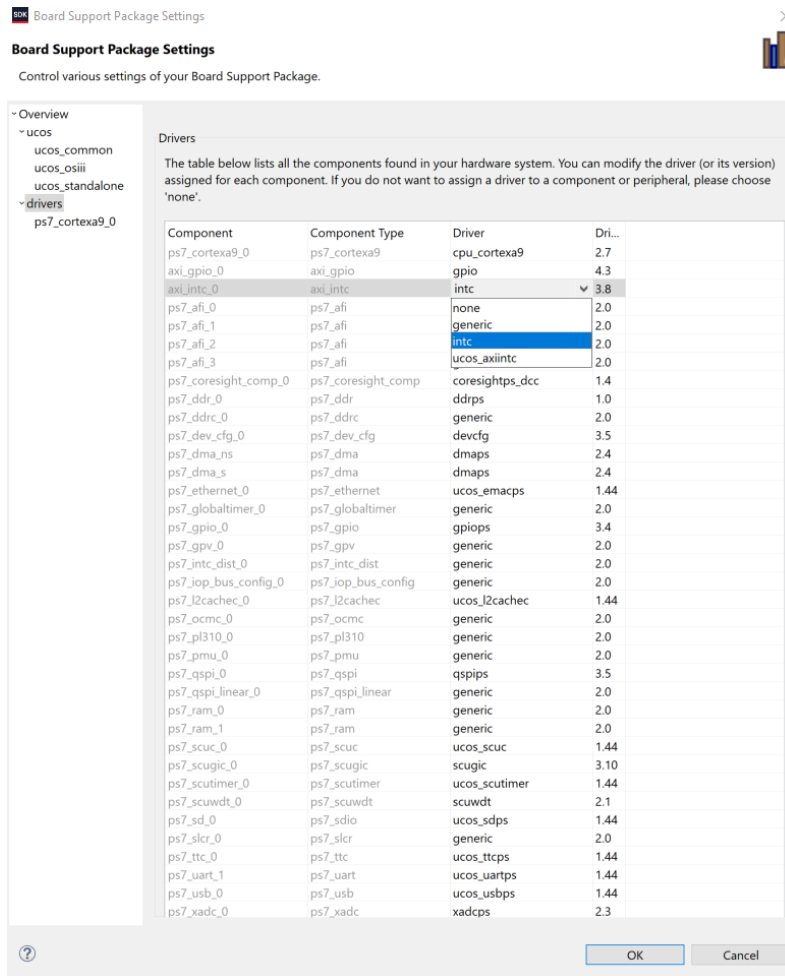

Figure 5 : Choix des drivers à utiliser dans le projet
- Pour *axi_intc*, choisissez le driver intc, qui correspond au driver écrit par Xilinx (Figure 5)